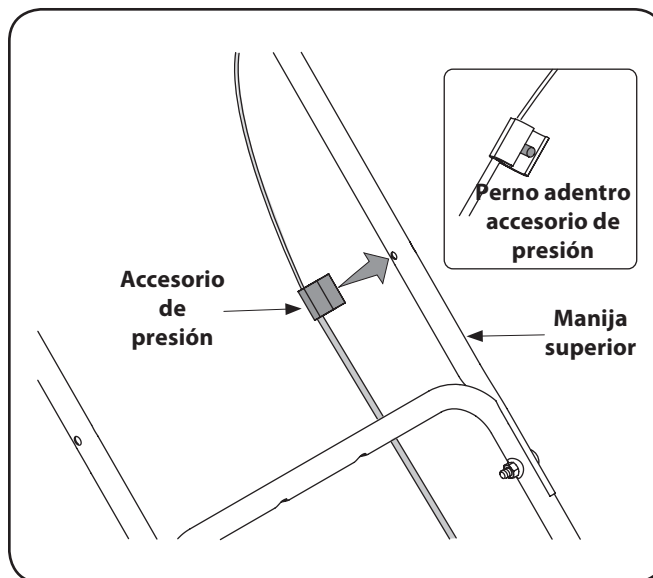
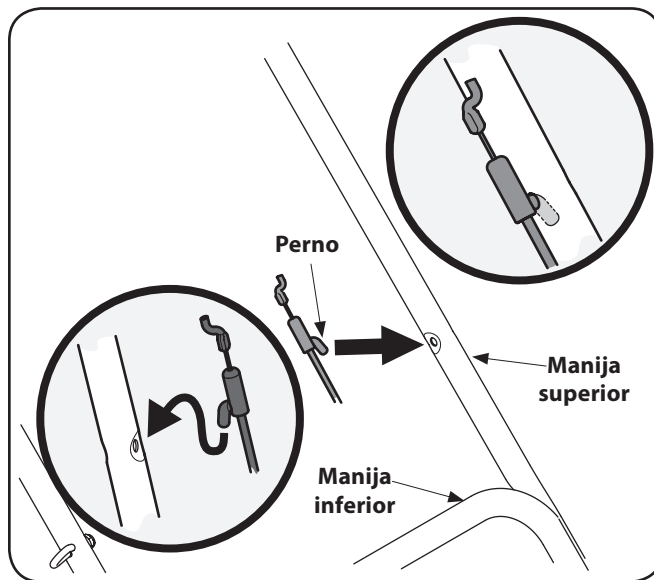

Figura 3-14
Figura 3-15
NOTA: La cortadora ha sido suministrado con uno de los dos tipos de cables de control - que se asegura con un accesorio de presión como se muestra en Figura 3-14 o uno que está asegurada con un pasador como se muestra en Figura 3-15. Tome nota de que el cable suministrado con el cortacésped y siga los pasos apropiados a continuación.
1. Presione el perno que está dentro del accesorio de presión dentro del orificio que se encuentra del lado izquierdo de la manija superior, según se muestra en Figura 3-14.
- Presione el perno se encuentra en la instalación del cable en el agujero se encuentra en el lado izquierdo del asa superior, como se muestra en Figura 3-15 inserciones.